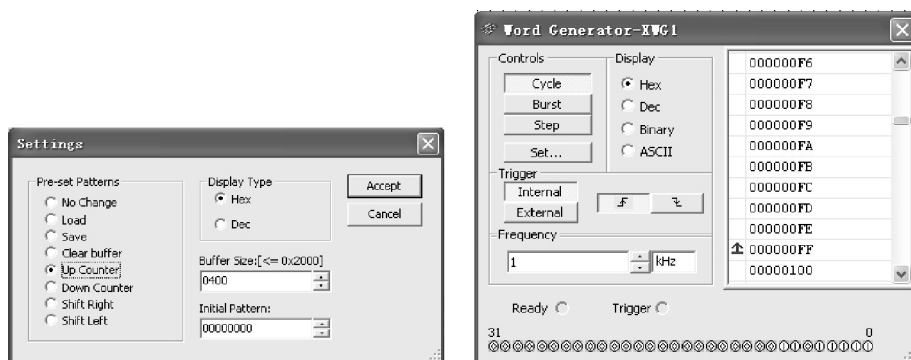

图 6-69 数字信号发生器的设置
(1) 搭建如图 6-68 所示的仿真电路，数字信号发生器的设置按图 6-69 设置。